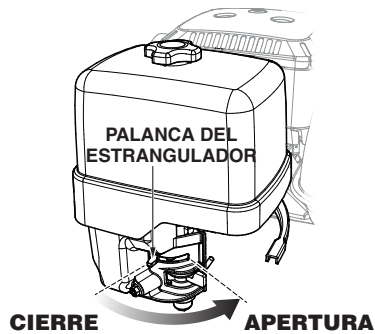

Figura 14. Palanca del estrangulador (abierto)
7. Si el motor ha arrancado y la palanca del estrangulador se ha movido a la posición **cerrada** para arrancarlo, muévela gradualmente a la posición **abierto** (Figura 14) a medida que el motor se calienta. Si el motor no ha arrancado, repita los pasos del 1 al 6.
1. Mueva la palanca del acelerador a la posición de **ralentí** (consulte la Figura 14) y haga funcionar el motor tres minutos a baja velocidad.